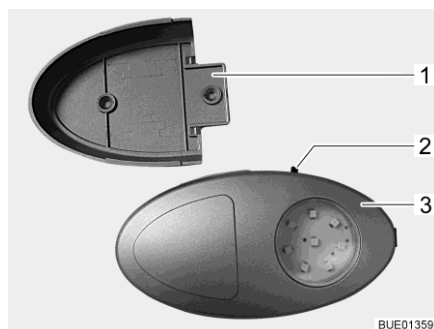

Fig. 104 Lámpara del armario ropero / linterna
- ▷ La lámpara del armario ropero puede ser extraída del soporte atornillado (Fig. 104,1) y ser usada como linterna.
El interruptor (Fig. 104,2) está instalado directamente en la lámpara del armario ropero (Fig. 104,3).